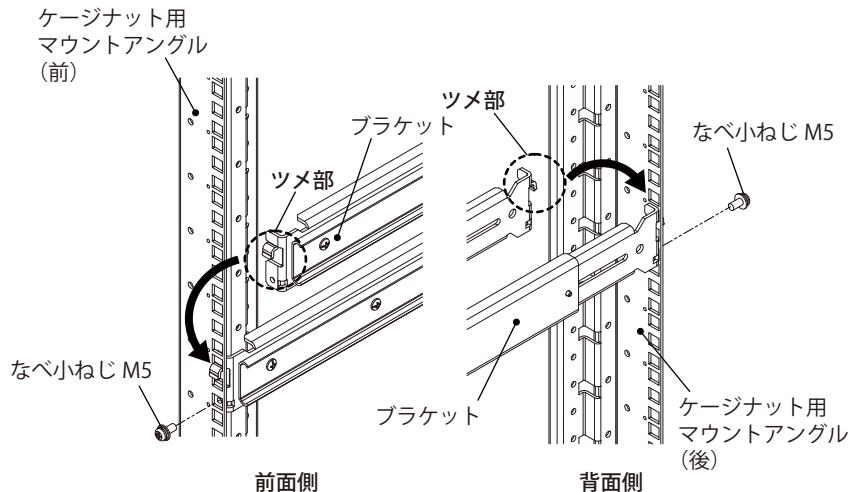

図 6
- ①ブラケットの長さを前後マウントアングル間のピッチに調整してください。
- ②ブラケットのツメ部をケージナット用マウントアングル(前)・(後)の角穴に引掛け、付属のなべ小ねじ M5 で固定してください。使用する角穴の位置は、取付位置(1Uの高さ)の上側の角穴となります。(図 6、図 7)